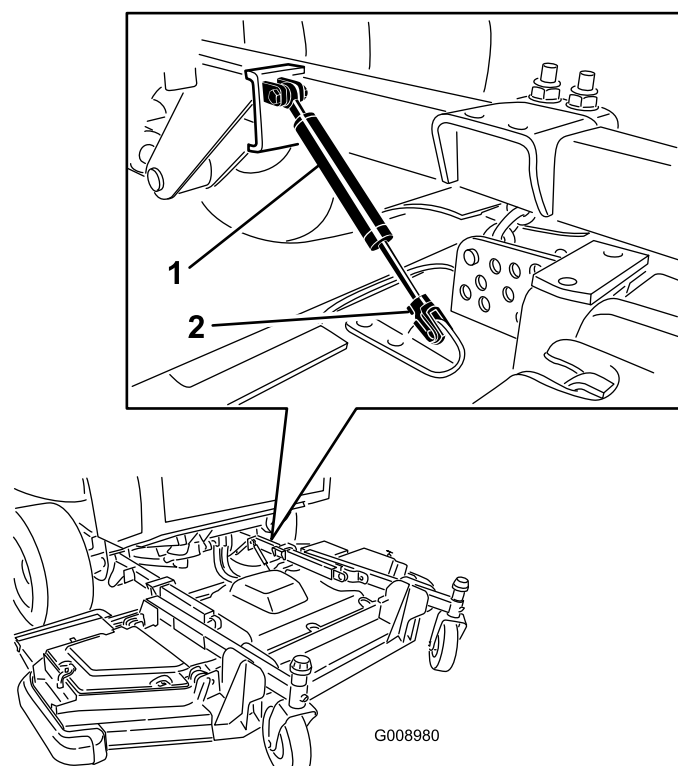

図 133
3. カuttingユニットのダンパアセンブリを固定しているリテーナクリップを抜いてアセンブリを外す 図 133。